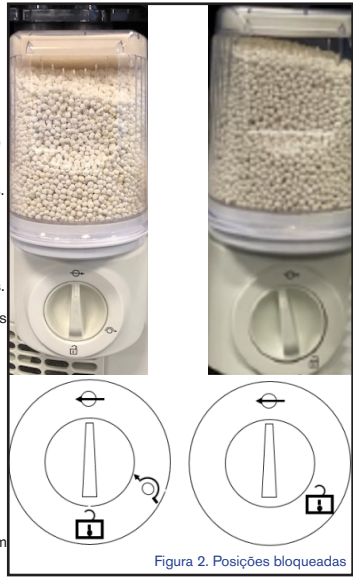

Figura 2. Posições bloqueadas
AVISO: Se encontrar resistência ao tentar encaixar o AbCan, não utilize força, uma vez que pode danificar o equipamento. Em vez disso, verifique o alinhamento das entradas e a posição AbCan, conforme apresentado na Figura 2.
Passo 3: rode agora o botão de bloqueio de forma que fique a apontar para a posição de bloqueio, conforme mostrado na figura 2. O AbCan está agora elevado na posição de bloqueio e está pronto para ser submetido ao teste de deteção de fugas e de conformidade pré-utilização.